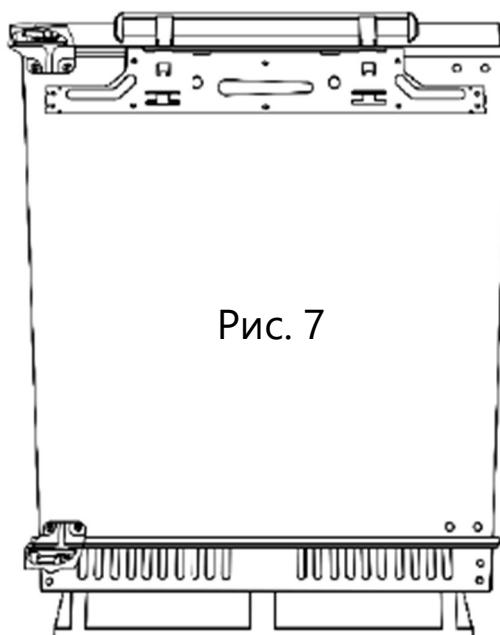

Рис. 7
**8.** Прикрепите дверь, зафиксировав внешние винты петли к двери. Необходимо выровнять дверь прибора горизонтально и вертикально, так, что бы уплотнитель на двери плотно прижимался со всех сторон к самому прибору и окончательно закрепить рис.7.